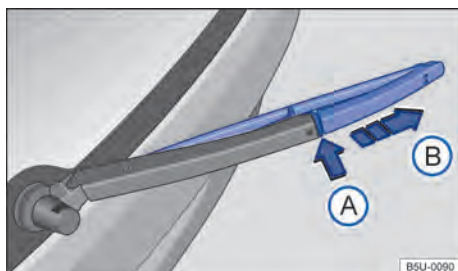

Fig. 134 Substituir a palheta do limpador do vidro traseiro.
- Manter a tecla de destravamento → Fig. 134 ① pressionada.
- Retirar a palheta do limpador do vidro traseiro no sentido da seta ②.